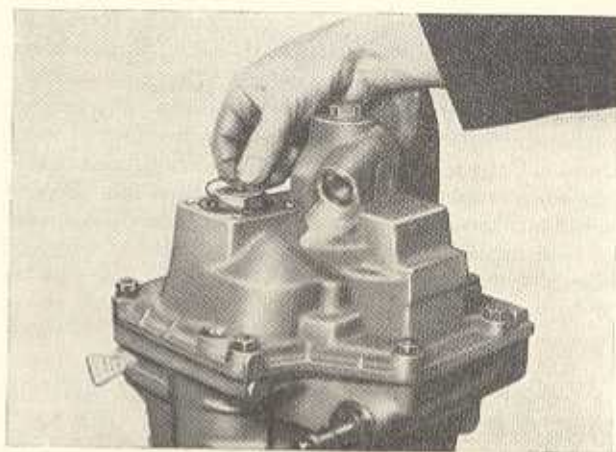

Bild G 127. Rundring einlegen
3. Rundring 50×2 in die Fase um den Schrägkugellager-Außenring (QJ 205) legen, Kappe auflegen, mit vier Sechskantschrauben und Federscheiben befestigen (Bild G 127).